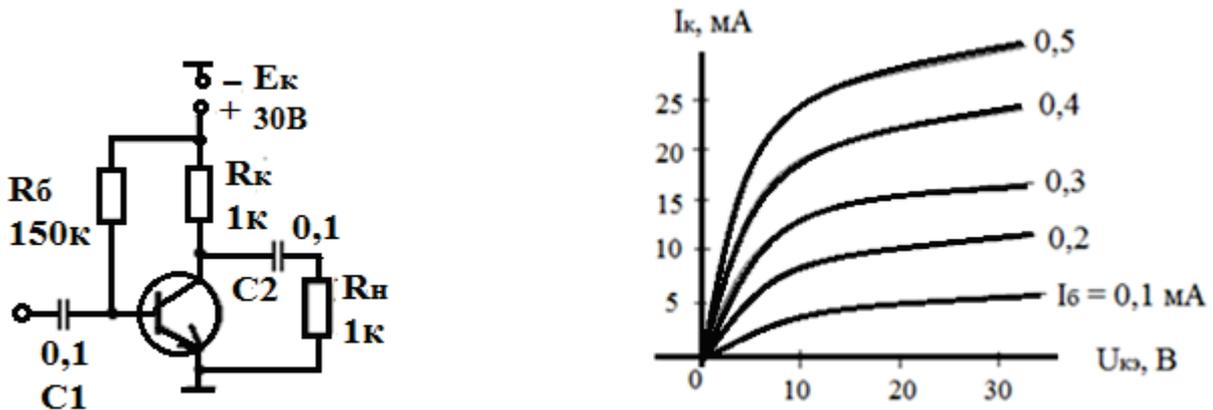

Рис.2.2
2. Построить линию переменного тока для схемы на рис.2.2